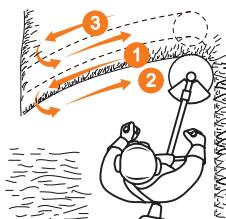

Рис. 11
- Для кошения густой высокой травы перемещайте режущую часть медленно и осторожно. Скашивание травы производите на максимальных оборотах двигателя (в режиме «TURBO») справа налево, возвращайте триммерную катушку по уже склоненной траектории (Рис. 11).